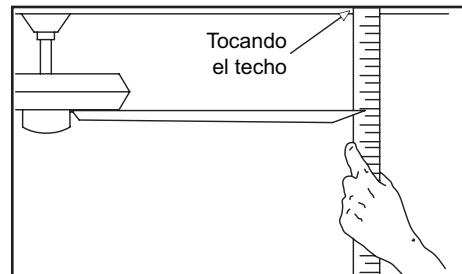

Figura 12
2. La mayoría de los problemas de oscilación del ventilador se deben a que las aspas no están al mismo nivel. Verifica este nivel seleccionando un punto en el techo sobre la punta de una de las aspas. Mide desde un punto en el centro de cada aspa al punto en el techo. Mide esta distancia como se muestra en la Figura 12. Gira el ventilador hasta que la siguiente aspa quede en posición para medir. Repite el procedimiento para cada aspa. Las desviaciones de la medición no deben pasar de 3.2 mm. Deja que el ventilador funcione por 10 minutos.